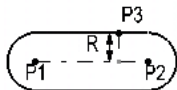

图 2-58
- 当 P3 在 P2 与 P1 之间时, 此时较小圆弧的半径 R 就不是 P3 与 P2 之间的距离了, 而是 P3 到 P1、P2 连线之间的距离, 如图 2-58 所示。